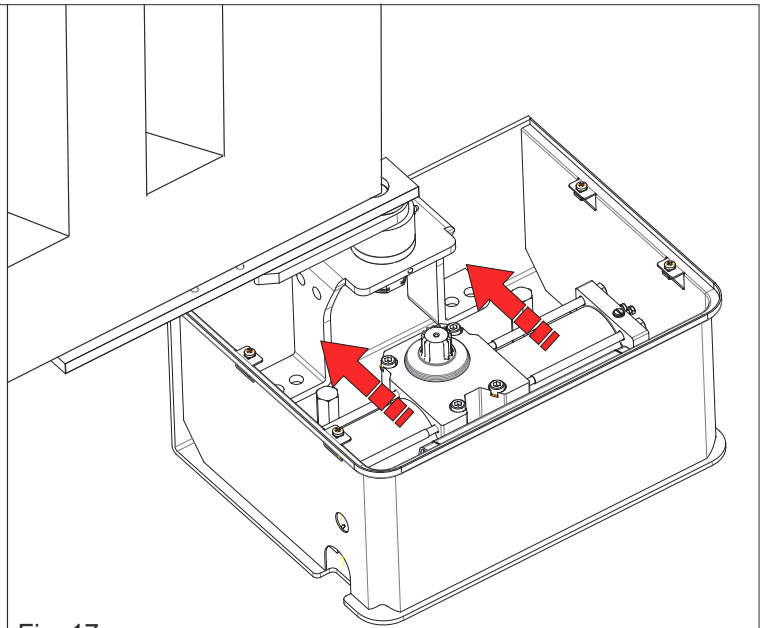

Fig. 17
- 5.2.** Une fois l'opérateur placé dans le caisson, le déplacer vers l'avant (Fig. 17) jusqu'à ce que la tige cannelé de l'opérateur soit en correspondance avec le trou de la tige du caisson